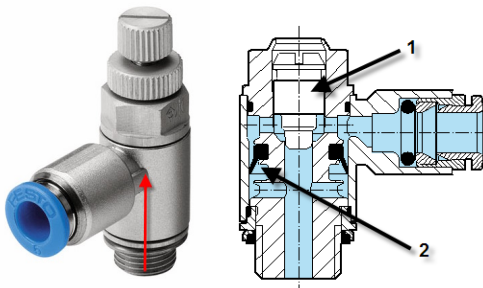

Fig. 23. Régulateur de vitesse
La direction dans laquelle le débit est régulé est indiquée avec la flèche rouge (Fig. 23). L'aiguille de réglage (1) permet de régler le débit d'air qui quitte le vérin, le clapet anti-retour (2) permet le libre passage de l'air vers le vérin.